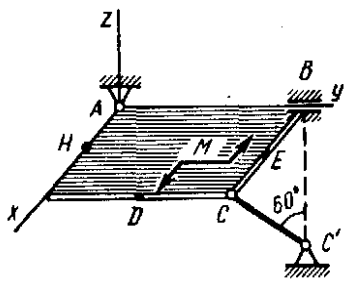

Рис. 5.1
5.5. Однородная прямоугольная плита весом $P = 3$ кН со сторонами $AB = 2l$, $BC = l$ закреплена в точке А сферическим шарниром, а в точке В цилиндрическим шарниром (подшипником) и удерживается в равновесии невесомым стержнем CC' (рис. 5.1 – 5.6).